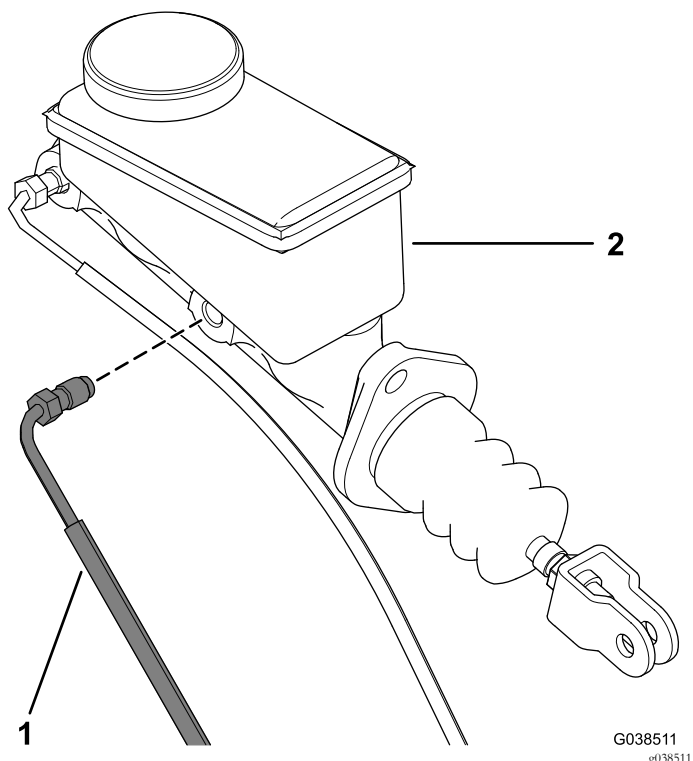

Figur 4
- Fjern flenshodeboltene (3/8 x 1 tomme) som fester braketten for bremsekaliperenheten til spindelen, og fjern bremsekaliperenheten fra spindelen (Figur 4).
9. Monter den nye bremsekaliperenheten til spindelen med to flenshodebolter (3/8 x 1 tomme) som vist i Figur 4.